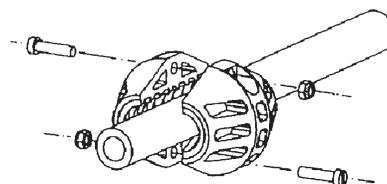

Fig. 7
2. Entfernen Sie den Schlauchstopper (Fig. 7).